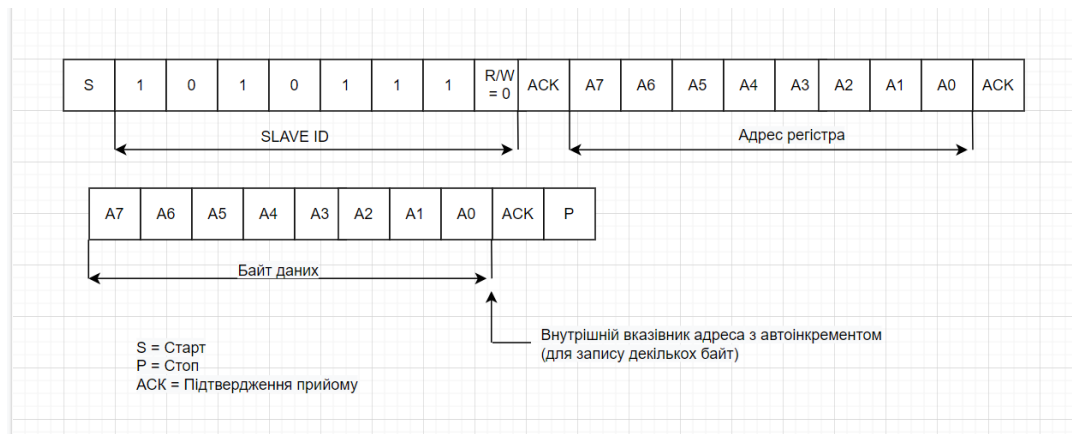

Рис. 2.5 - Обмін даними між MAX 30102 та зовнішнім процесором
Ведуче пристрій записує дані в реєстрах MAX30102, виводячи на шину адресу, а вслід за ним – дані (рис.2.5). Кожен переданий по рядках даних пакет обрамлений станами START (S) або REPEATED START (Sr) з однієї сторони та стану STOP (P) з іншої. 8-бітні інформаційні послідовності та сигнали підтвердження їх прийому (ACK – Acknowledge) синхронізуються імпульсами, переданими по шині SCL(рис.2.X).